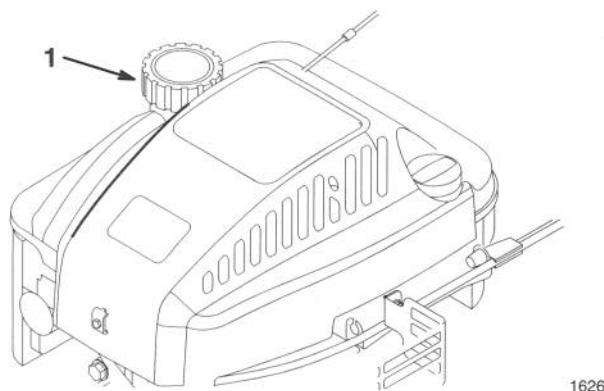

Figure 4
2. Nettoyer le pourtour du bouchon d'essence et le retirer (Fig. 4).